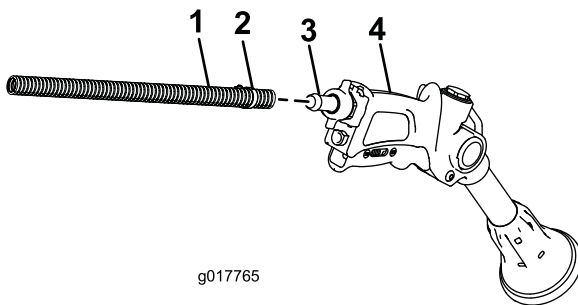

Figura 20
2. Conecte el extremo libre de la manguera larga al acoplamiento de la pistola de fumigación (Figura 20).